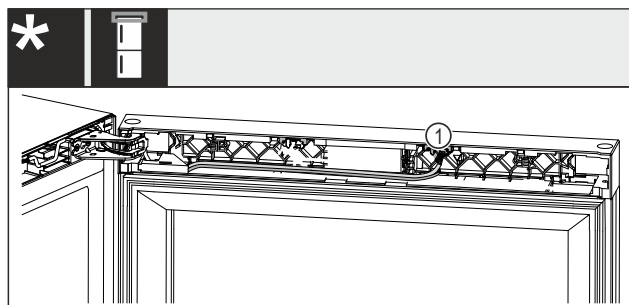

Fig. 22 Kombinovaná chladnička na víno s mrazničkou\*
- Vytáhněte zástrčku Fig. 22 (1) z uložení.\*